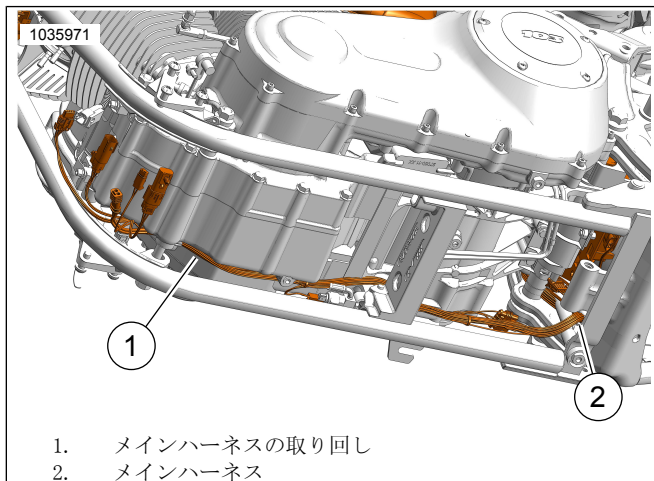

図36. ハーネスの取り回し
16. 「図36」を参照してください。フロントオキシジェンセンサー(長いハーネスリード) :